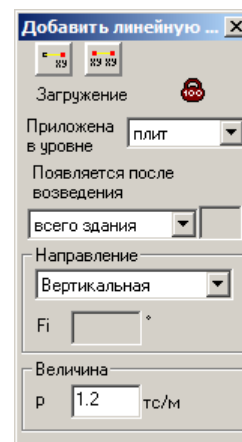

Рис.13.5.2. Окно диалога **Добавить линейную нагрузку**
- В открывшемся окне диалога **Добавить линейную нагрузку** (рис. 13.5.2) задайте следующий параметр: